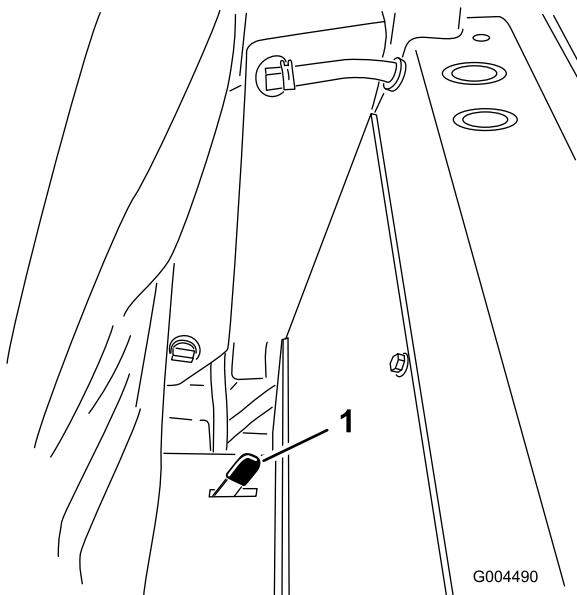

Figura 37
2. Presione uno de los enganches del asiento situados detrás y en los lados del mismo hacia atrás para desenganchar el asiento, y tire hacia adelante la parte superior del asiento (Figura 37).